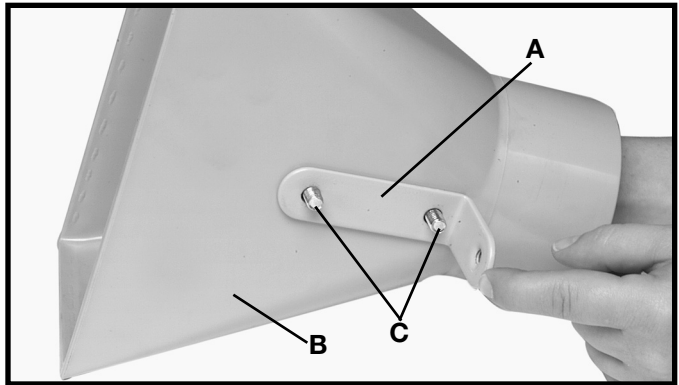

Fig. 11
5. Sujete el anclaje del angular del soporte de la entrada al embudo de entrada introduciendo los dos pernos de carruaje de cabeza semiesférica de 5/16-18x5/8" (C) a través del embudo de entrada (B) y el anclaje del angular del soporte de la entrada (A), de la manera que se muestra en la Fig. 11.